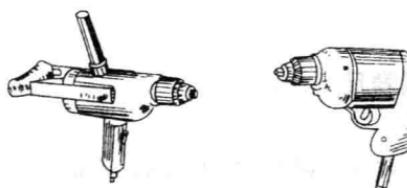

图 1-6 手电钻
①手电钻。手电钻是一种便捷、灵活的钻孔工具。如图 1-6 所示。能在维修现场以及在维修的车辆上发挥作用。